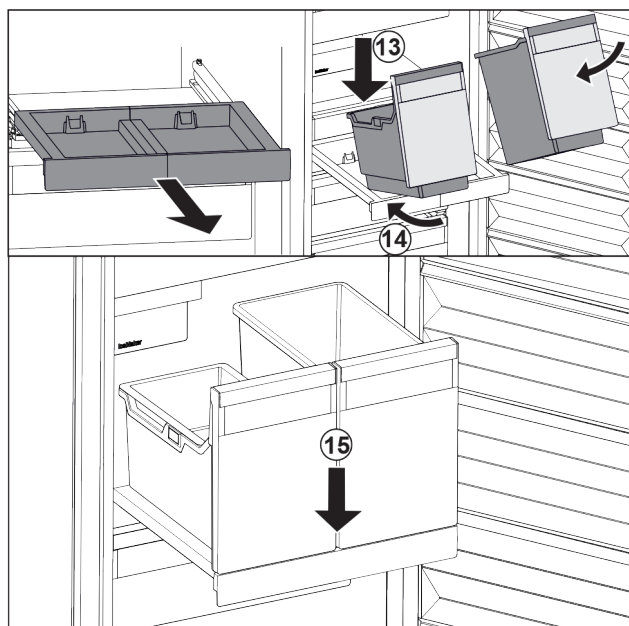

Fig. 145
- ▶ 将容器斜放在拉出式搁板上。 Fig. 145 (13)
- ▶ 将容器斜着向后推入。 Fig. 145 (14)
- ▶ 放下容器前部。 Fig. 145 (15)